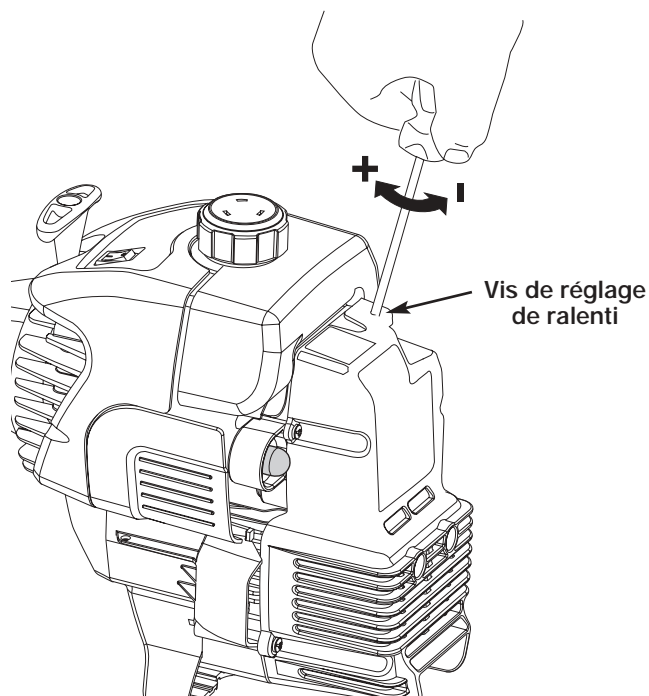

Fig. 32
Vous pouvez régler le ralenti du moteur à travers le couvercle du filtre à air/silencieux (Fig. 32).
2. Relâchez le levier d'accélérateur et laissez le moteur au ralenti. Si le moteur s'arrête, insérez un petit tournevis à tête plate dans le trou du couvercle du filtre à air/silencieux (Fig. 32). **Vissez** la vis de 1/8 de tour à la fois (selon le besoin), jusqu'à ce que le moteur tourne au ralenti.